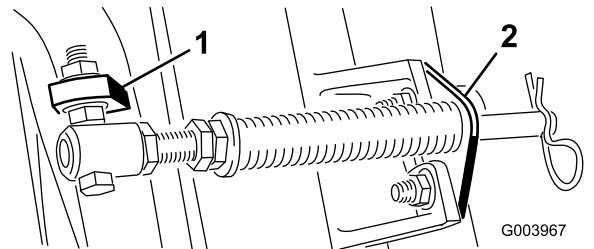

图 5
- D. 使用车身螺栓和螺母将杆支架固定到滚刀组凸耳上图5。